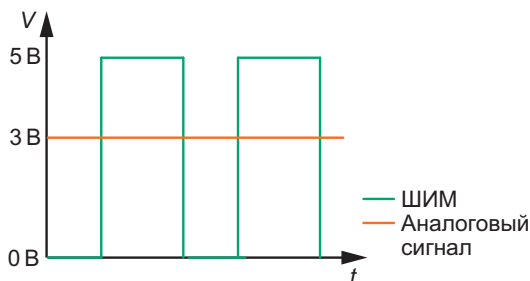

Рис. 2.8. График представления аналогового сигнала с помощью ШИМ
3. Контакты 3, 5, 6, 9, 10, 11, поддерживающие широтно-импульсную модуляцию (ШИМ; рис. 2.8) — операцию вывода изменяющегося аналогового значения с помощью цифровых устройств. Рядом с этими контактами стоит значок ~.